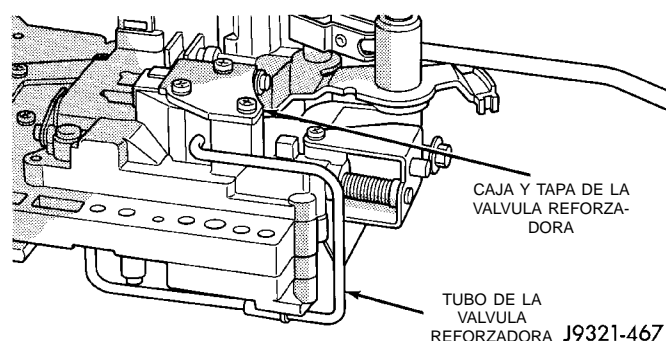

Fig. 52 Localización de la tapa de la válvula reforzadora
(13) Retire la tapa de la válvula reforzadora (Fig. 52).